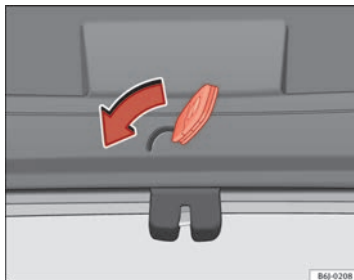

Fig. 50 Hayon : ouverture d'urgence
- Introduisez le panneton de la clé dans la rainure et déverrouillez le système de fermeture en faisant tourner la clé de droite à gauche, comme indiqué par la flèche ⇒ fig. 50.